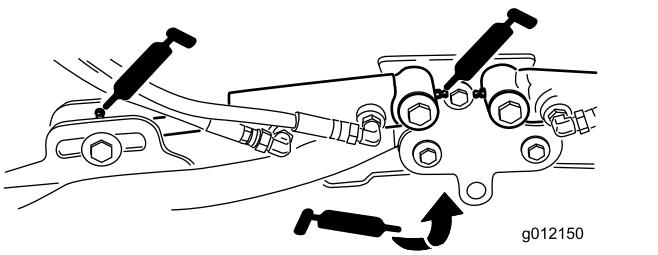

Bild 65
- Hubarmzylinder der Schneideeinheit (2) (Bild 65)
- Hubarmgelenke (1) (Bild 65)